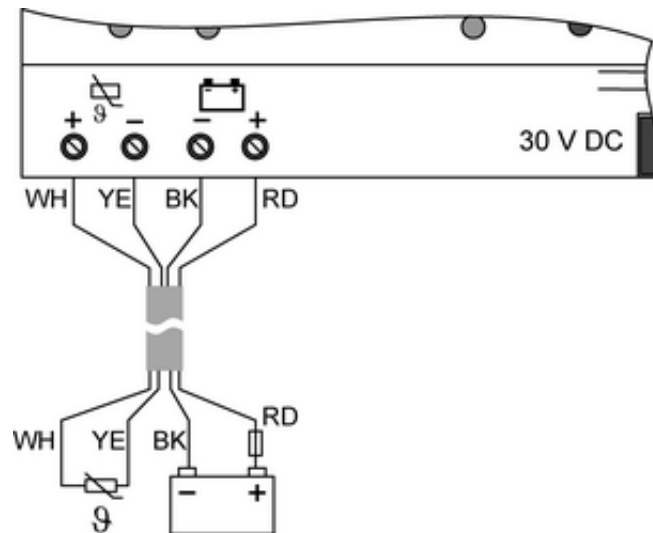

Figure 3: Raccordement d'un accu &gt; 5 Ah avec faisceau de câbles à 4 fils
**Raccordement d'un accu d'une capacité > 5 Ah (figure 3)**